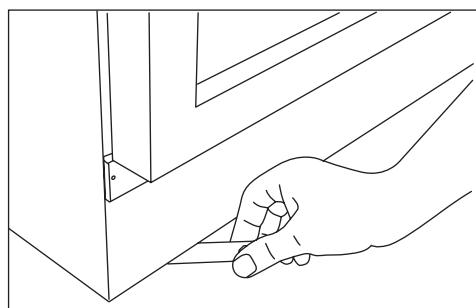

fig.10
1. Mettez l'appareil à niveau latéralement en vissant ou en dévissant les pieds réglables avec la clé incluse. Voir fig 10.